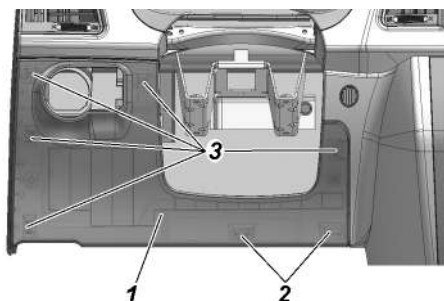

Рис. 9.35. Установка крышки блока реле и предохранителей :
- вывести из зацепления две защелки 2 (рис. 9.35) с обратной стороны крышки блока, расположенные в нижней ее части;